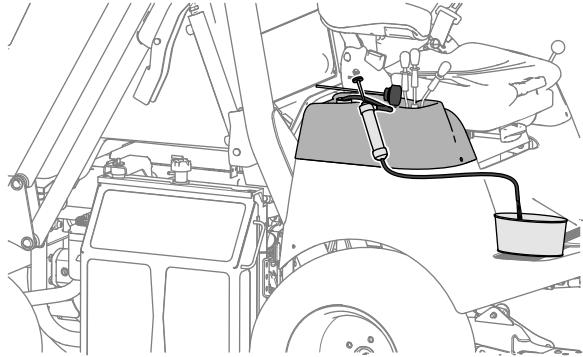

Figure 101
- Utilisez une pompe à siphonner pour vider le réservoir de liquide hydraulique (Figure 101).